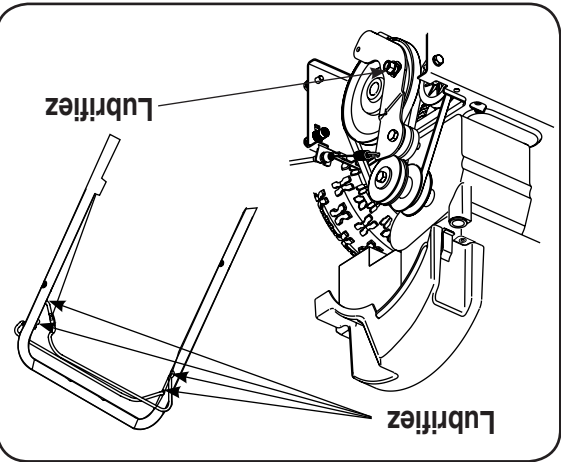

Figure 10
1. Lubrifiez les points de pivot sur la commande de la tarrière et commande d'entraînement avec une huile légère une fois chaque saison. Voir la Figure 10.
2. Lubrifiez la face de le support de la poulie de tension avec un lubrifiant léger pour temps froid au moins une fois par saison. Voir la Figure 10.